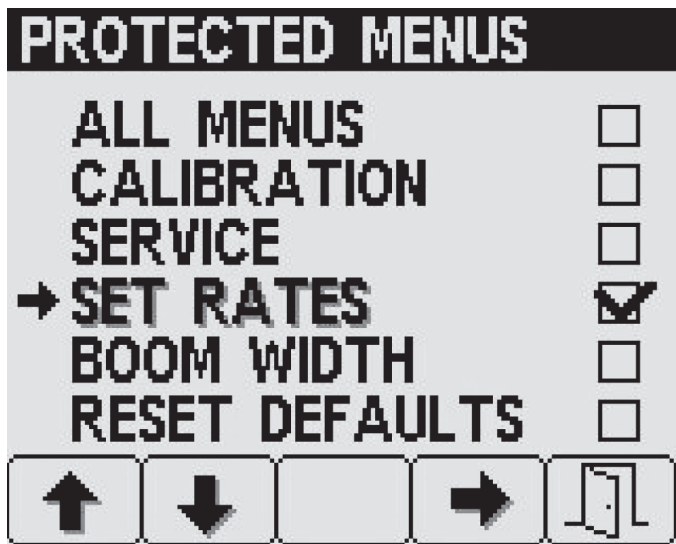

Figura 23
3. Pulse el botón 4 para seleccionar o eliminar la selección de cada elemento de menú protegido (Figura 23).